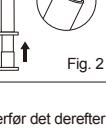

Fig. 2
2. Eventuele lucht die nog in de doseertip kan zitten, wordt verwijderd door de zuiger van de sput zwaartjes voorwaarts te duwen met de tip omhoog totdat het materiaal de opening van de tip bereikt (Fig. 2).
2. For at fjerne luft fra sprøjtlen, trykkes sprøjtlen stempelet forsigtigt ind, indtil materialet kommer ud af spidsen (Fig. 2).